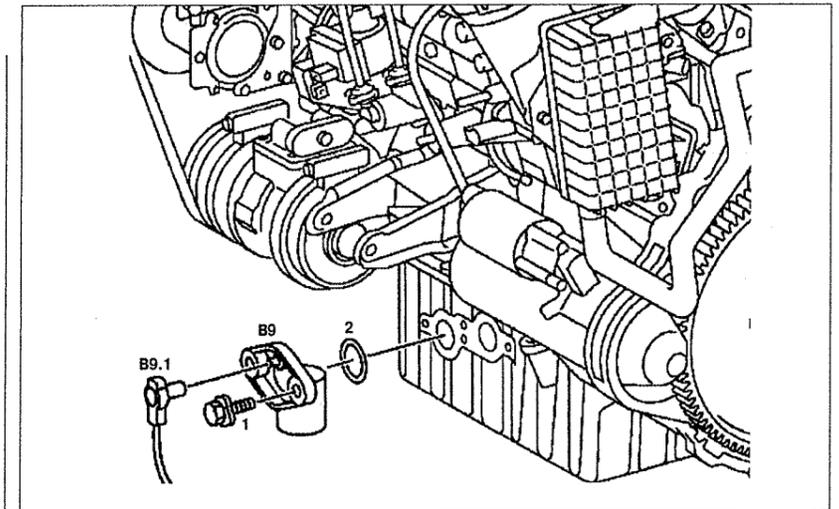

Рис. 4.45. Датчик уровня масла: 1. Болт, 2. Уплотнение, В9. Датчик уровня масла, В9.1. Разъем проводки датчика уровня масла.
4. Отсоедините разъем проводки В9.1 от датчика уровня масла (см.рис.4.45).